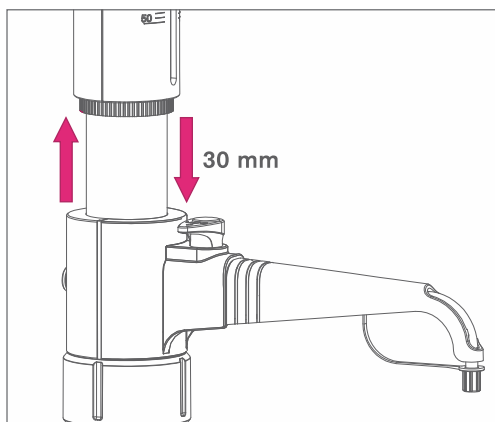

Abb.6
2. Ziehen Sie den Kolben langsam nach oben und schieben Sie ihn schnell bis zum Ende. Wiederholen Sie diesen Vorgang, bis keine Blasen mehr im Zylinder sind. (Abb. 6)